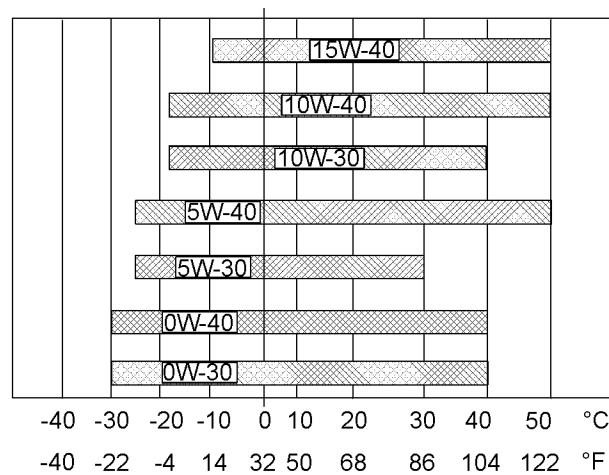

图 37
请参阅图 37（最低温度）以确定发动机冷起动时所需要的机油粘度。
请参阅图 37（最高温度）以选择发动机在预期的最高环境温度下运行时所需要的机油粘度。
- 请参阅适用的 "机油粘度"。为找到适合您的发动机的机油粘度等级 , 请参阅图 37 。